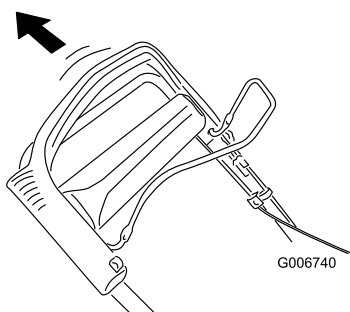

Рисунок 27
2. До отказа вытяните назад верхнюю часть рукоятки (Рисунок 27).